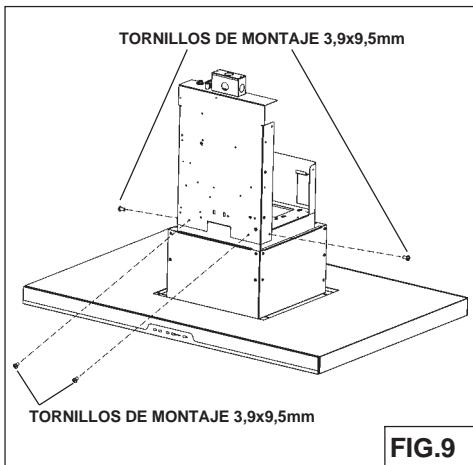

FIG.9
2. Fijar la placa eléctrica con 4 tornillos (3.9x9.5mm) para el capó, los tornillos se colocados en la bolsita para el montaje (Fig. 9).